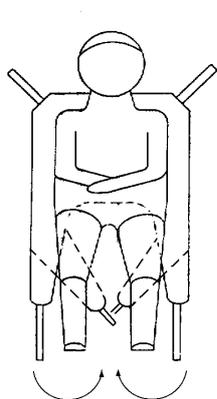

Abb. 6
- Dann Gurtlaschen von außen nach innen unter die Oberschenkel legen; dazu können die Beine leicht angewinkelt werden (Abb. 6).